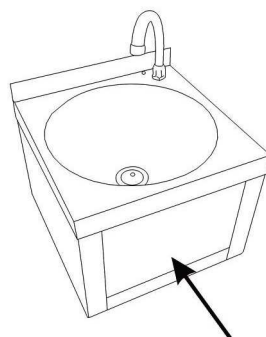

Fig. 3
- U bedient de wasbak door de plaat aan de voorkant met de knie aan te raken (fig. 3).